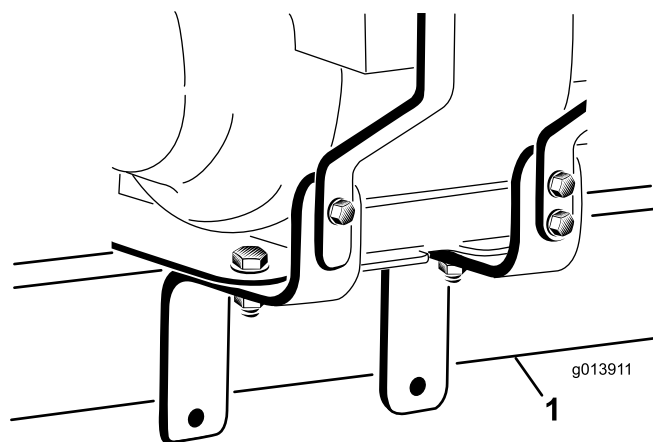
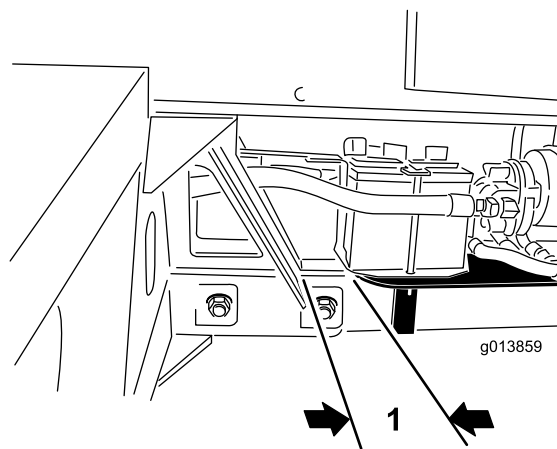

Figura 5
Figura 6
1. Pernos de montaje (2)
20. Puesto que el conjunto del motor pesa mucho, puede ser difícil posicionar este componente. Con la ayuda de otra persona, posicione el conjunto del motor sobre la barra de enganche de la ProPass. Asegúrese de que los soportes de montaje del motor están colocados en cada lado de la barra de enganche (Figura 5), y que el borde trasero de la placa de montaje del motor está a 25 mm aproximadamente del alojamiento de la barra del enganche de la ProPass (Figura 6).